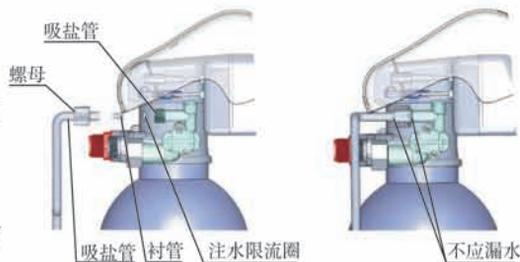

图1-5
⑥安装吸盐管路
- 如图1-5所示，将3/8" 螺母套入吸盐管内；